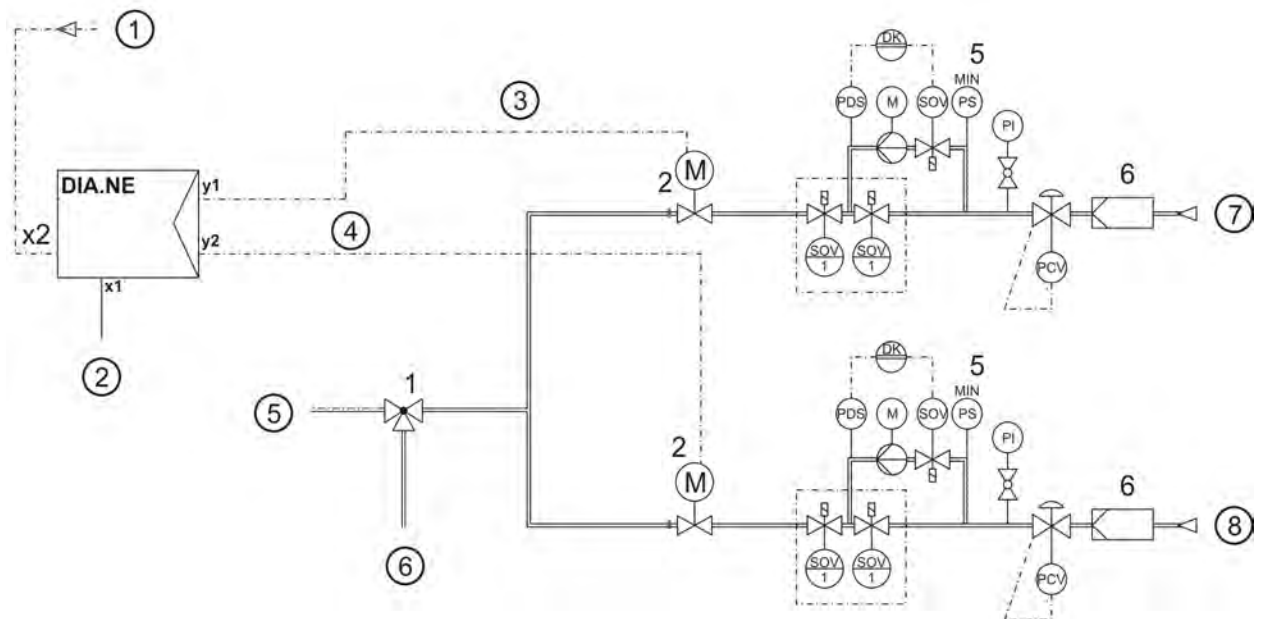

Abbildung 1: Schema der Gasregelstrecke
Im Schema der Gasregelstrecke (siehe Abbildung 1) sind die zwei Gasstrecken für die beiden Treibgase sowie die beiden Gasregelventile (2) zu erkennen.
Für den Betrieb mit zwei Treibgasen sind zwei Gasregelstrecken mit eigenen Gasregelventilen vorzusehen (siehe Abbildung 1). Um einen großen Gasmengendurchsatz bei heizwertschwachen Gasen zu ermöglichen besteht die Möglichkeit bis zu zwei Gasregelventile (Ventil 1 und Ventil 3) parallel zu betreiben. Die Gasmenge wird anhand verschiedener Gas- und Motorkonstanten für jede Gasart errechnet. Die jeweilige Soll-Gasmenge wird abhängig von der gewählten Gasart zum entsprechenden Gasregelventil übertragen. Die Leanoxregelung greift korrigierend auf den Lambda-Sollwert ein, welcher